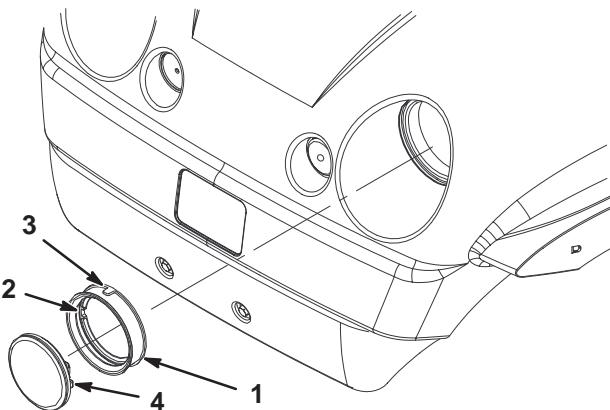

Figure 43
- Déposez le joint en caoutchouc qui entoure le phare (Fig. 43). Mettez le phare au rebut.
- Placez l'encoche située à l'intérieur du joint en face de l'encoche du phare neuf (Fig. 43). Placez le joint sur le phare jusqu'à ce qu'il tienne bien en place.